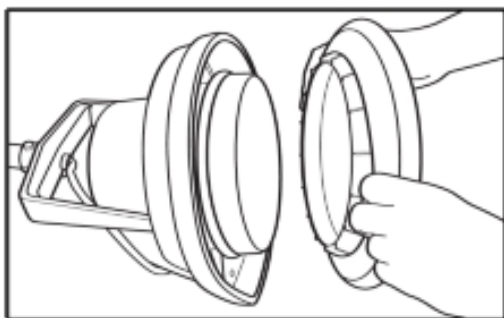

Рисунок 1. Прикрепление черного держателя пада или щетки
3. Поместить черный приводной держатель пада в бежевое гнездо держателя, расположенное в нижней части универсальной поломочной машины (см. Рисунок 1 на след. странице).
2. Расположив щетинки щетки в направлении от прибора, поместить щетку в бежевое гнездо держателя, расположенное в нижней части универсальной машины (см. Рисунок 1 на след. странице).